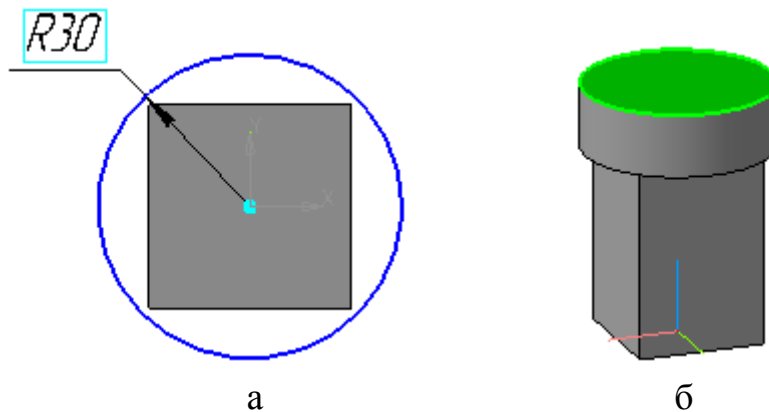

Рис. 3
- установите курсор мыши в начало координат (сработает глобальная привязка **Ближайшая точка**). Постройте окружность радиусом 30 мм (рис. 3, а);
- щелчком ЛКМ выделите верхнюю грань цилиндра (вы укажете плоскость для дальнейшего построения – зеленая) – рис. 3, б;